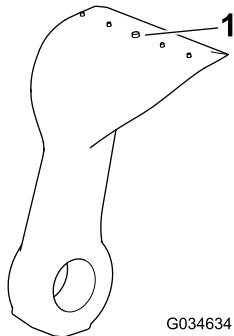

**Bild 77**
4. Prüfen Sie jedes Messer auf Beschädigungen und achten Sie besonders auf die Befestigungen, die Schnittkante und die Befestigungslöcher (Bild 77). Ersetzen Sie beschädigte Messer und Befestigungen.